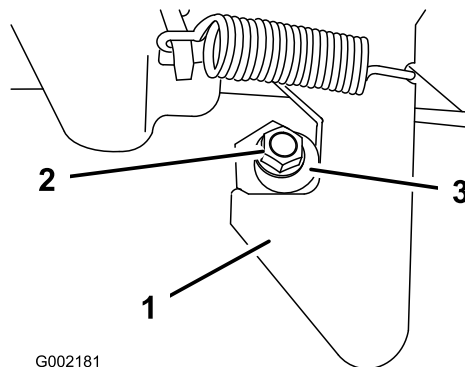

Рисунок 21
4. Ослабьте затяжку контргайки в конце стойки защелки (Рисунок 21).
5. Поворачивайте стойку защелки по часовой стрелке до тех пор, пока она не будет плотно прижата к крючковой части защелки (Рисунок 21).
2. Осторожно опускайте переднюю часть грузового кузова, пока защелки не войдут в контакт со стойкой защелки (Рисунок 21).